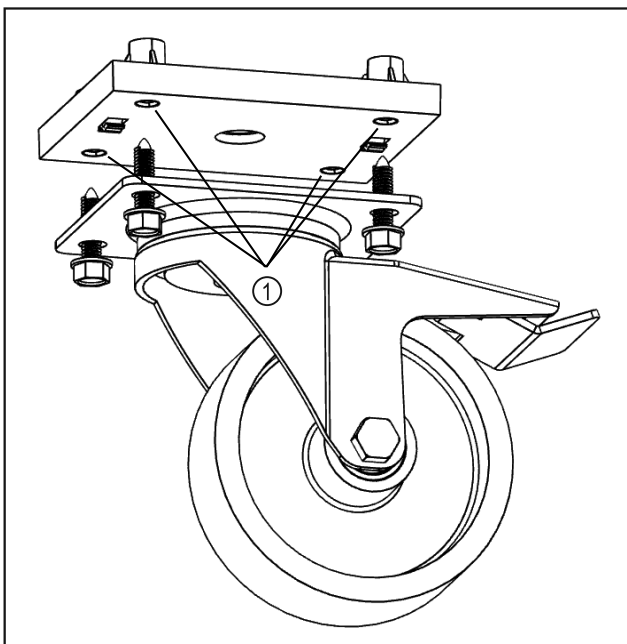

Fig. 9
- Optionele wielen op de aangegeven punten monteren. Fig. 9 (1)